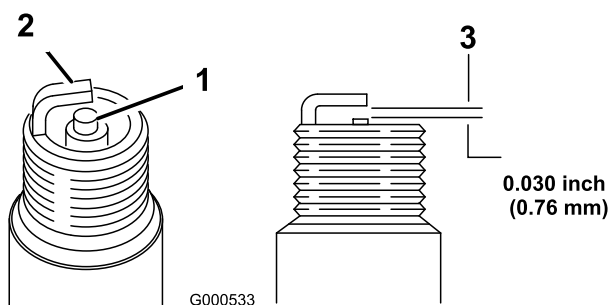

Figura 23
5. Ajuste el espacio entre los electrodos a 0.76 mm (0.030"); consulte Figura 23.